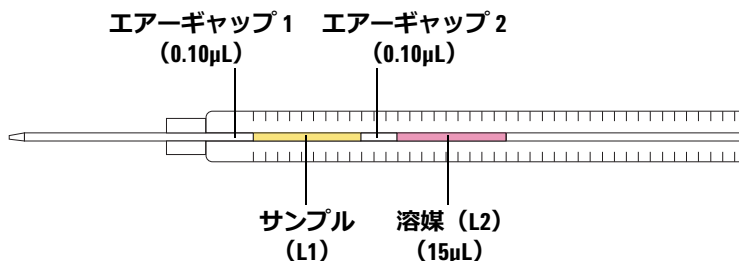

図 58 例：2 レイヤー式サンドイッチ注入 (サンプル 2.0µL、溶媒 15µL)
2.0i L のサンプルと 15i L の溶媒を 0.10i L のエアギャップで分離する 2 レイヤー式サンドイッチ注入を作成してみましょう (図 58)。